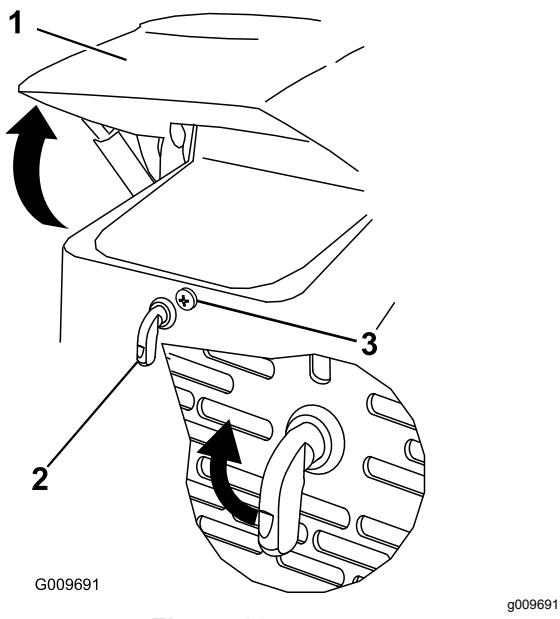

Figura 23
1. Afloje el tornillo de bloqueo del capó (Figura 23).
2. Giro el cierre del capó en el sentido de las agujas del reloj (Figura 23).
3. Levante el capó (Figura 23).
3. Apriete el tornillo de bloqueo del capó para bloquear el cierre (Figura 23).